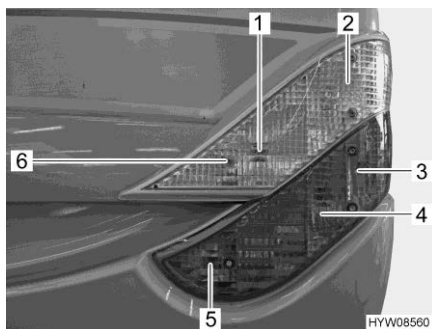

Fig. 205 Luci posteriori (lato anteriore)
- Svitare le sei viti ad esagono cavo (Fig. 205,6).